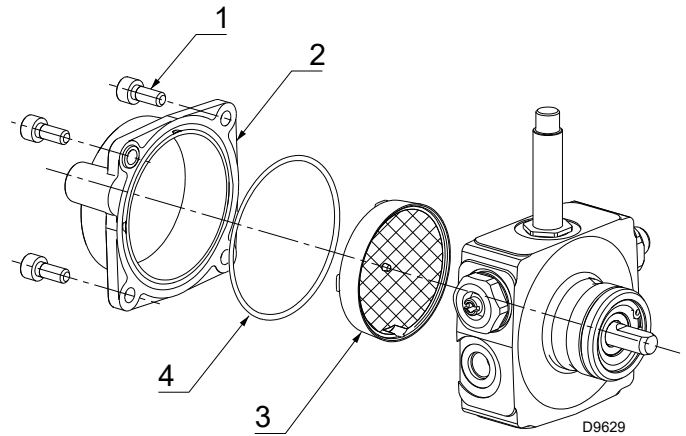

Fig. 8
- À l'aide d'une clé à six pans de 4 mm, dévisser les vis 1) (Fig. 8) qui fixent le couvercle 2).